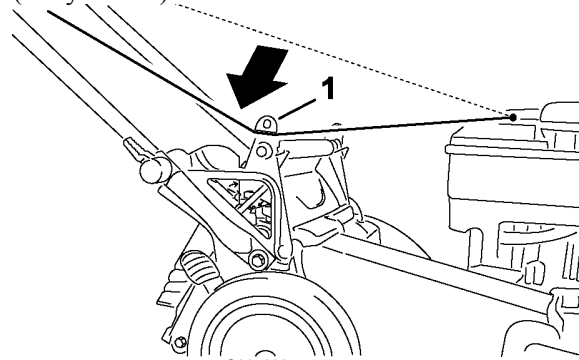

Рисунок 25
1. Поднимите и удерживайте задний отражатель (Рисунок 25).